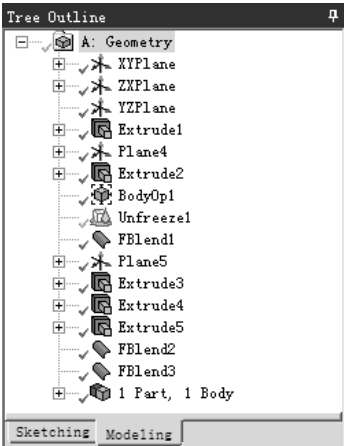

图 3.1.8 “Tree Outline”对话框
- ◆ 打开 **Modeling** 选项卡，弹出图 3.1.8 所示的“Tree Outline”对话框，在该对话框中显示三维实体几何模型的创建步骤及所使用的创建工具等信息。